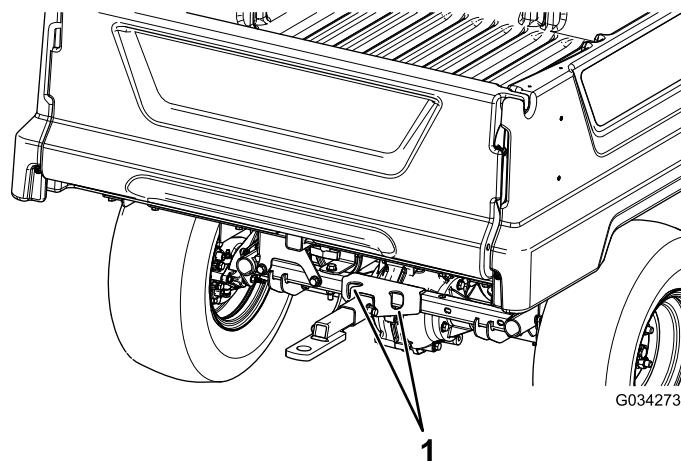
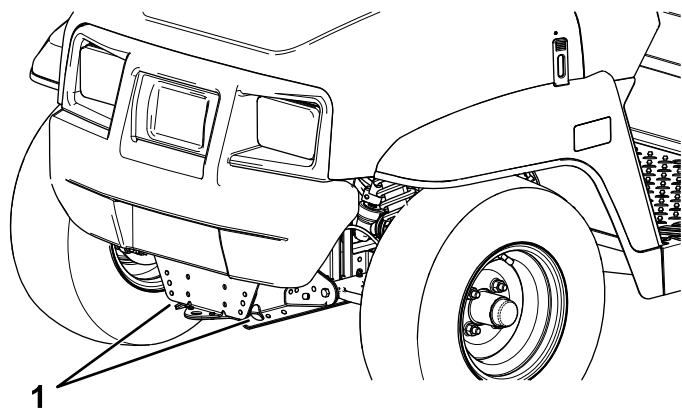

図 22
図 21
ロープがけポイントについては図 21 と 図 22 を参照してください。
- 機体前部にある牽引トングにロープなどの牽引索を取り付ける 図 21。